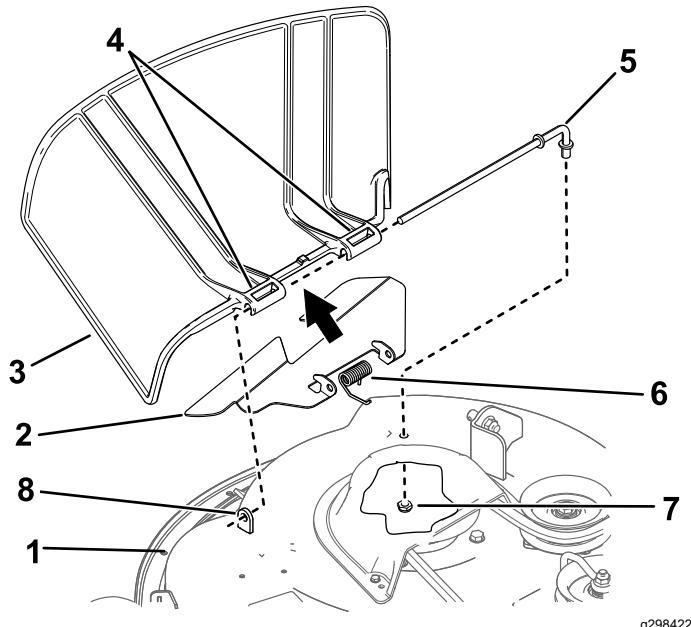

Bild 74
- Nehmen Sie die Mutter ($\frac{3}{8}$ ") aus der Stange unter dem Mähwerk ab (Bild 74).
2. Schieben Sie die Stange aus dem kurzen Vorsprung, der Feder und dem Ablenkblech (Bild 74).
4. Montieren Sie das neue Ablenkblech (Bild 74).
7. Schieben Sie die Stange durch den zweiten Drehzapfen am Grasablenkblech (Bild 74).
9. Befestigen Sie das hintere Stangenende mit einer Mutter (3/8") am Mähwerk, wie in Bild 74 abgebildet.